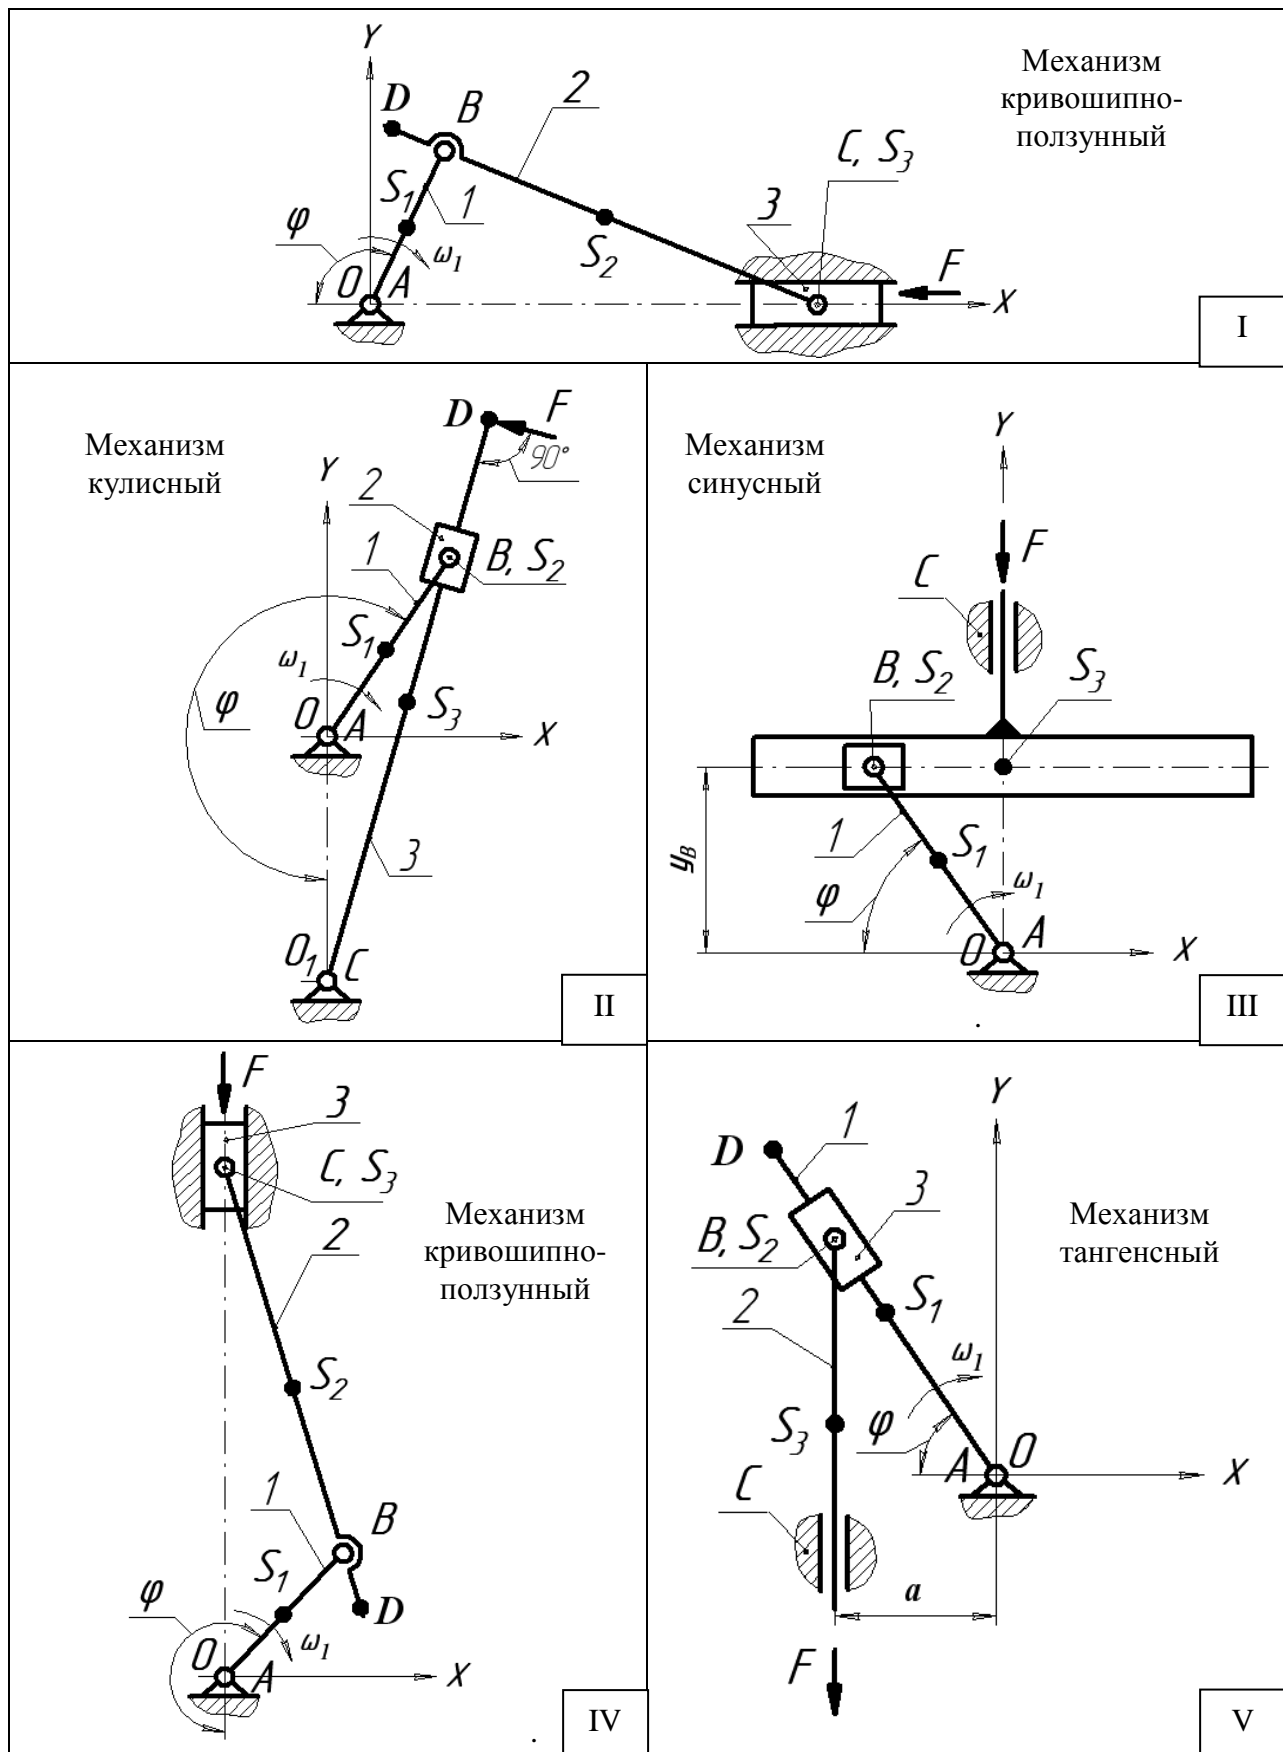

Рис. 2 Схемы механизмов
1.1. Начертить схему механизма в масштабе  $k_l$  для заданного углом  $\varphi$  мгновенного положения входного (ведущего) звена. Построение следует начинать с точки О, откладывая угол  $\varphi$  от оси ОХ или ОУ (см. схему механизма на рис. 2) в сторону вращения ведущего звена механизма;
| Схема механизма (рис. 2) | V       | I | II | III | IV | V | I | II | III | IV |